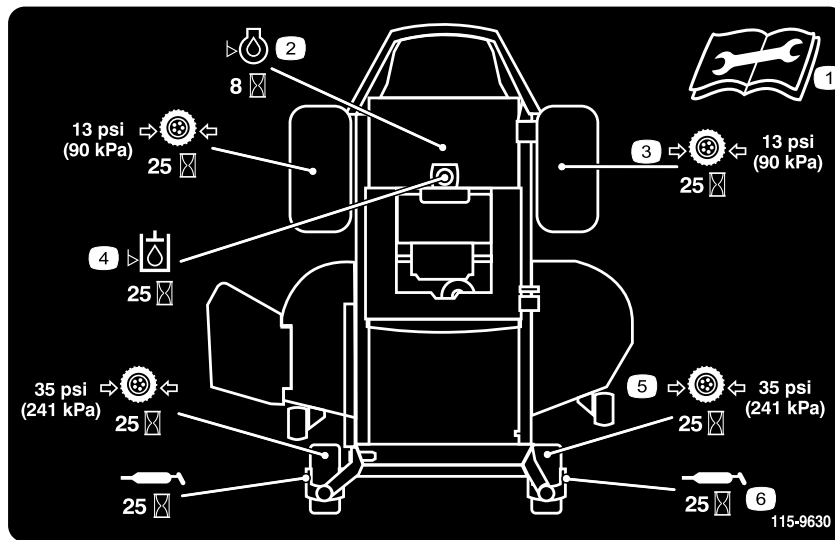

Figura 36
3. Limpie con un trapo los puntos de engrase (Figura 37) y (Figura 36). Asegúrese de rascar cualquier pintura que hubiera sobre los puntos de engrase.
4. Conecte una pistola de engrasar a cada punto de engrase (Figura 37 y Figura 36). Bombee grasa hasta que empiece a rezumar grasa de los cojinetes.